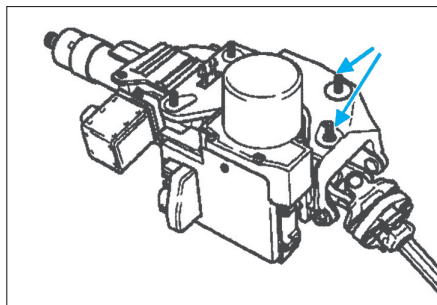

FIG. 12
- Déposer les écrous de fixation supérieurs de la colonne de direction (Fig.12).